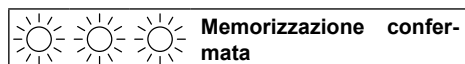

Figura 5.45
- Per memorizzare il settaggio premere il pulsante di ripristino 6 per circa 5 secondi, le spie di segnalazione 3 lampeggiano tutte quante simultaneamente come in Figura 5.45 (legenda spie Figura 5.26).